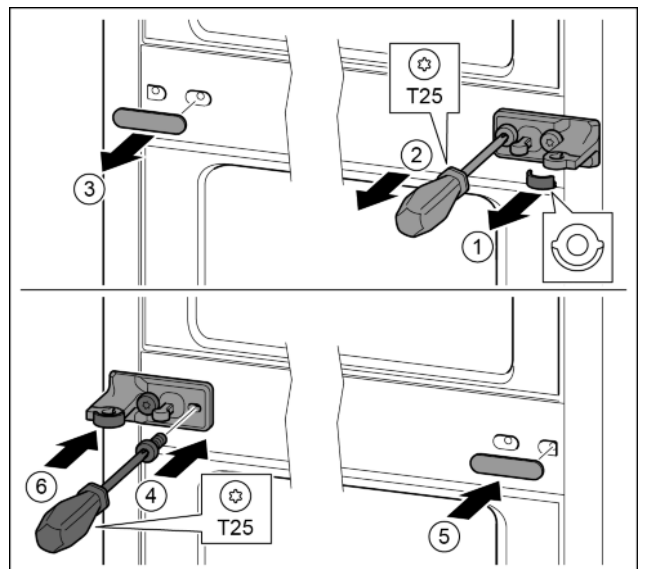

Fig. 28
- ▶ Снять шайбу. Fig. 28 (1)
- ▶ Выкрутить винты отверткой T25. Fig. 28 (2)
- ▶ Осторожно снять крышку. *Fig. 28 (3)*
- ▶ Плотно прикрутить опорный кронштейн с подкладкой с поворотом на 180° с другой стороны. *Fig. 28 (4)*
- ▶ Установить крышку с поворотом на 180° с другой стороны. *Fig. 28 (5)*
- ▶ Спереди надвинуть шайбу. *Fig. 28 (6)*